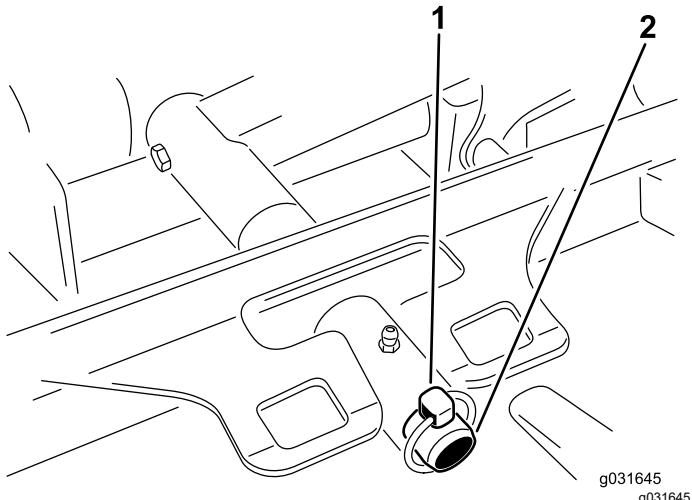

Figura 70
3. Retire el pasador de seguridad o la tuerca de retención que sujetla el bastidor de tiro de la unidad de corte a la barra de giro del brazo de elevación (Figura 70).
3. Coloque el bastidor de tiro de la unidad de corte sobre la barra de giro del brazo de elevación y fíjelo con el pasador de seguridad o la tuerca de retención (Figura 70).